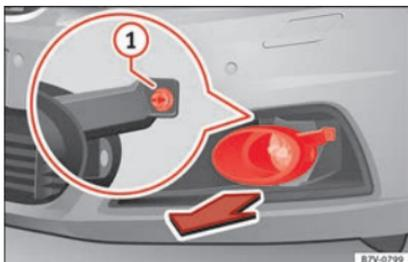

Abb. 110 Im Stoßfänger vorn rechts: Ausbau der Scheinwerfer.
» **Abb. 110**.
2. Befestigungsschraube » **Abb. 110** (1) mit dem Schraubendreher aus dem Bordwerkzeugkasten herausdrehen » **Seite 90**.
10. Befestigungsschraube » **Abb. 110** (1) mit dem Schraubendreher festdrehen.